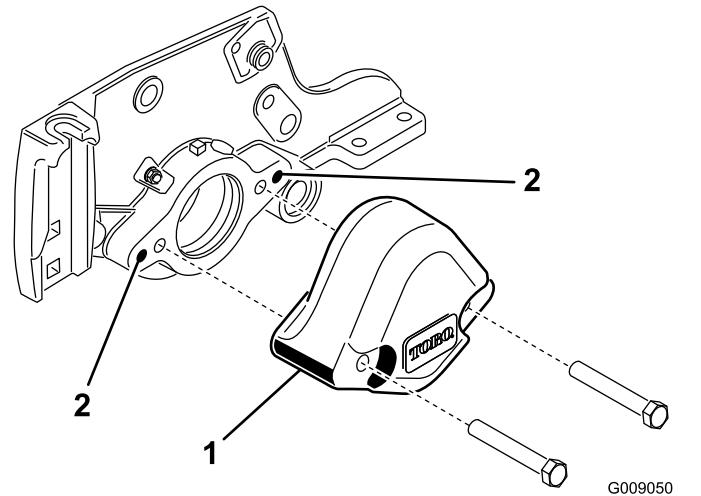

Figura 4
4. Usando una terraja de 3/8-16, retire la pintura de los taladros de montaje exteriores de la chapa lateral (Figura 4).
3. Retire los 2 pernos que fijan el contrapeso al extremo izquierdo de la unidad de corte. Retire el contrapeso (Figura 4).